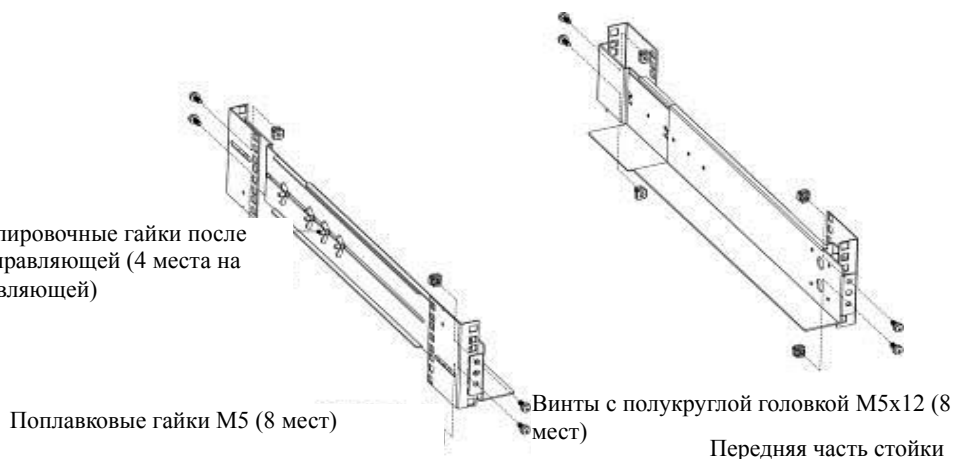

Рисунок 2 Установка направляющих
- b) Выберите правильный размер стойки для установки ИБП (см. Рис. 2). Направляющая занимает четыре позиции спереди и сзади стойки.